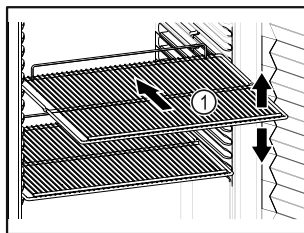

Fig. 59 Príklad zobrazenia
- Ak sa dajú odkladacie rošty Fig. 59 (1) premiestniť, prispôbte výšku.